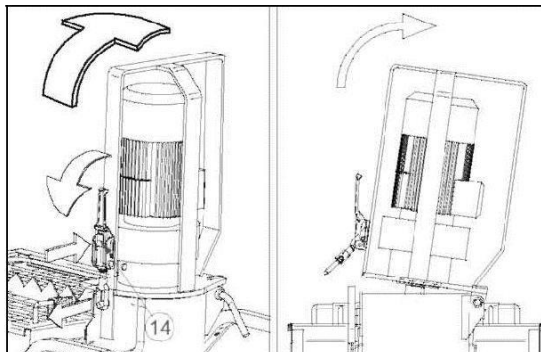

FIG. 15
Deconectați conductele de material din colectorul de livrare. Detașați conectorul rapid cu dispozitivul de siguranță (ref. 14) și deschideți camera de amestec (fig. 15).